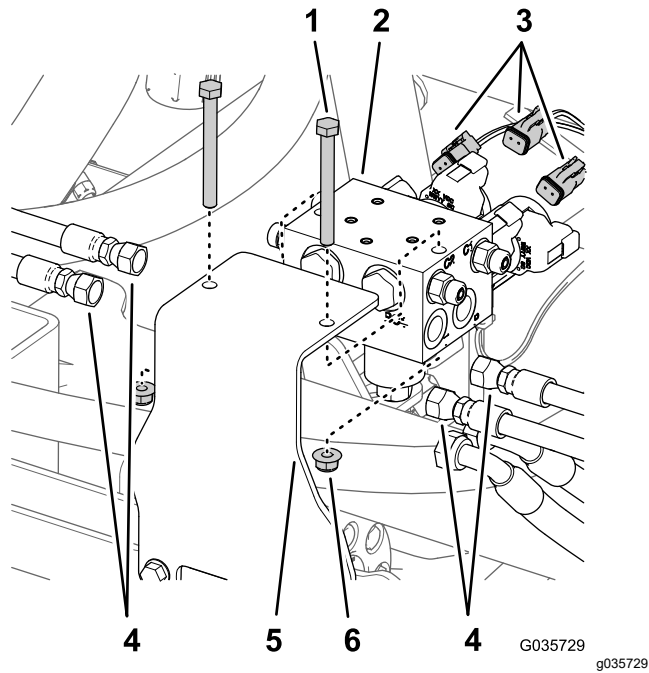

图 12
- 2. 标记连接至提升油缸歧管C1、C2、C3 和 C4 端口的所有软管并将它们与油缸歧管断开图 12。
3. 断开提升油缸歧管螺线圈的后线束接头图 12。
4. 拆下 2 个螺栓和 2 个锁紧螺母将提升油缸歧管从安装支架上拆下图 12。